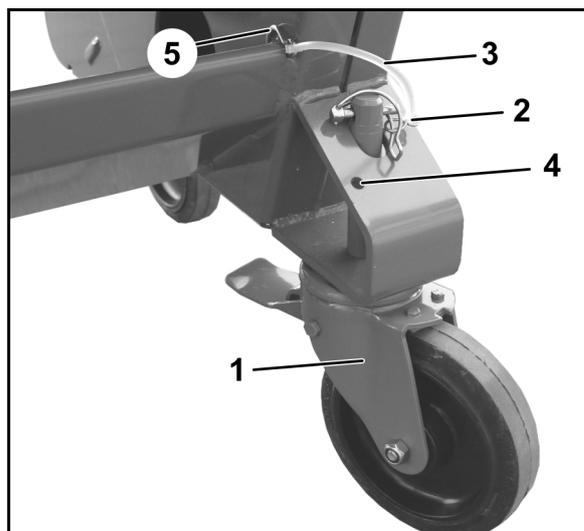
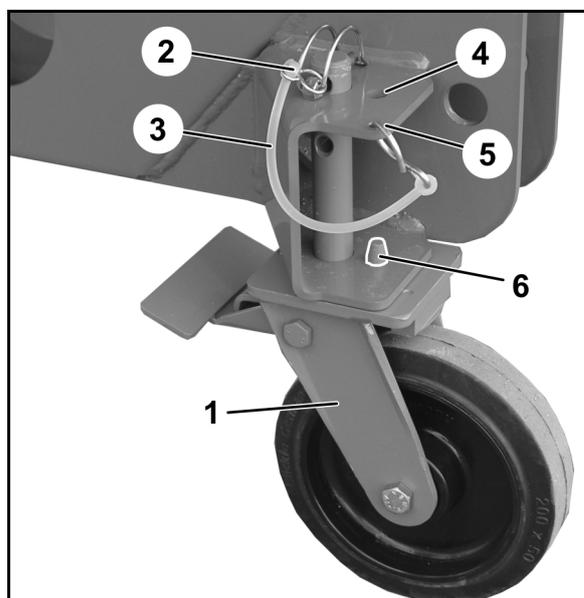

Fig. 9
Fig. 10
- Fixar o encaixe de charneira com a cinta de protecção (Fig. 9/3; Fig. 10/3) na máquina (Fig. 9/5; Fig. 10/5).
5. **Rolos móveis à frente** (Fig. 9/1),
**Rolos rígidos atrás** (Fig. 10/1)
- o montar e fixar com um encaixe de charneira (Fig. 9/2; Fig. 10/2) ou
Se os rolos de transporte não forem utilizados, fixar os encaixes de charneira na posição de parque (Fig. 9/4; Fig. 10/4).
Ao montar os rolos rígidos prestar atenção para que a cavilha (Fig. 10/6) passe através do orifício do quadro, mantendo assim os rolos no sentido longitudinal.